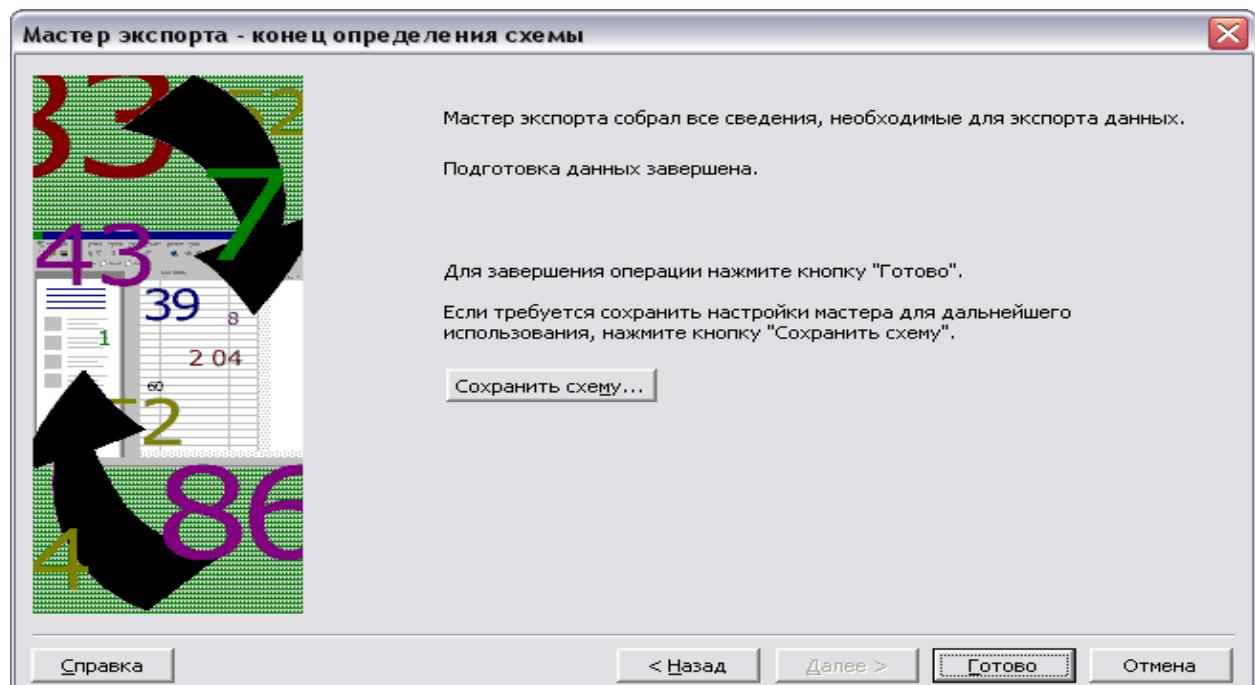

Рис. 42. Диалоговое окно «Мастер экспорта – конец определения схемы»
7. Откроется последнее диалоговое окно «Мастер экспорта – конец определения схемы» - рисунок 42, в котором мастер экспорта предложит сохранить новую схему. Если вы планируете использовать только что созданную схему в дальнейшем, щелкните на кнопке «Сохранить схему». Если нет – щелкнуть на кнопке «Готово».